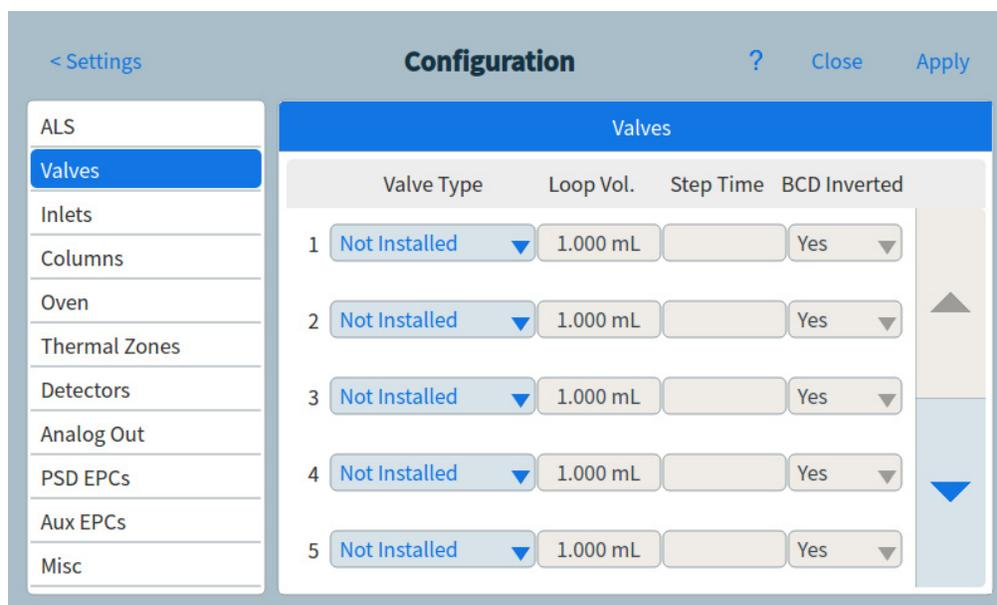

Figure 53. Page Vannes
- 1 Sélectionnez **Paramètres** > **Configuration** > **Vannes**. Voir **Figure 53**.